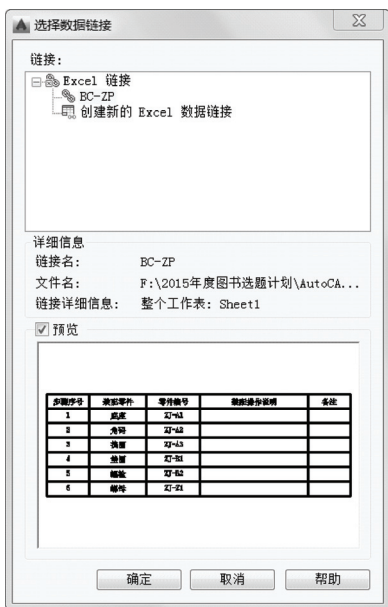

图 7-19 “选择数据链接”对话框
6) 单击“新建 Excel 数据链接: BC-ZP”对话框中的“确定”按钮, 此时弹出“选择数据链接”对话框, 如图 7-19 所示。